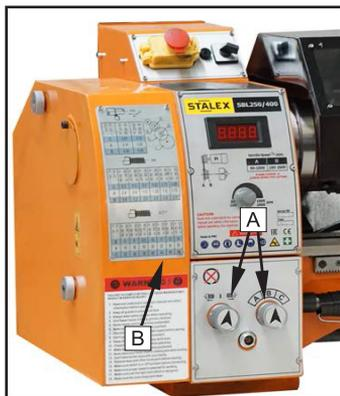

Рис. 22
1. Использовать переключатель (А, Рис. 22), чтобы выбрать направление подачи и скорость подачи.
2. Для выбора скорости подачи или шага резьбы используется таблица (В, Рис. 22) на станке. Если требуемая подача или шаг резьбы не могут быть получены с установленным набором шестерен, то используются сменные шестерни.